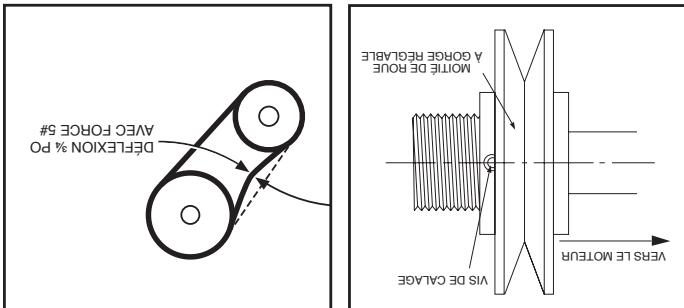

Figure 14.2 - Réglage de la tension à gorgée du moteur
4. Pour réduire le régime de la soufflante, tournez l'extérieur de la roue à gorgée du moteur dans le sens inverse des aiguilles d'une montre. (Figure 14.2).
11. Si des régulations supplémentaires sont nécessaires, reportez-vous à la section « Détérioration du rendement du soufflante », page 13. Desserrez la vis de calage sur l'extérieur de la roue à gorgée du moteur et aux dimensions de performance déterminées par le fabricant. Pour déterminer le rendement du soufflante, tournez l'extérieur de la roue à gorgée du moteur dans le sens inverse des aiguilles d'une montre. (Figure 14.2).
3. Desserrez la vis de calage sur l'extérieur de la roue à gorgée du moteur et aux dimensions de performance déterminées par le fabricant. Pour déterminer le rendement du soufflante, tournez l'extérieur de la roue à gorgée du moteur dans le sens inverse des aiguilles d'une montre. (Figure 14.2).